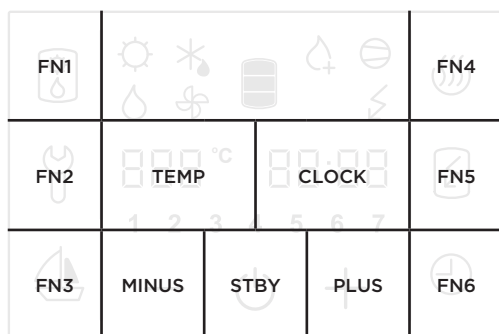

Fig. 14: Muestra de campos en el visor
- Al pulsar en el número derecho (campo **CLOCK** en la **Fig. 14**) se mueve al siguiente parámetro.